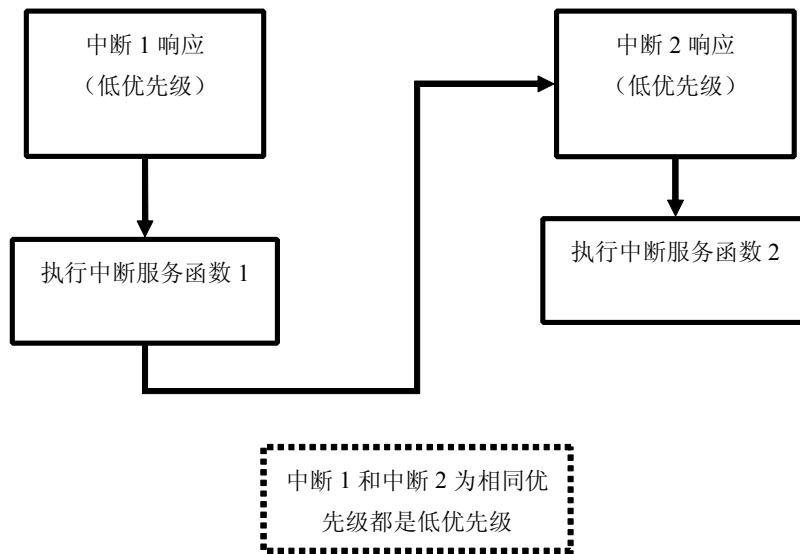
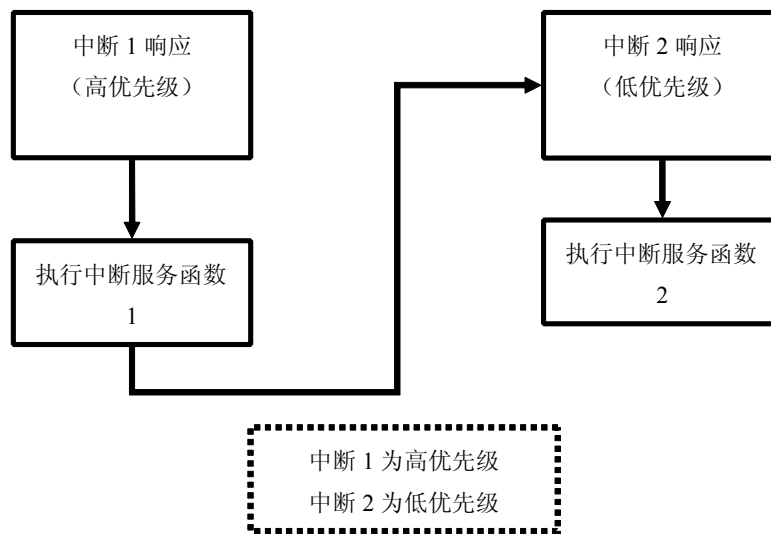

图 6-5-3
图 6-5-4
(1) 正在进行的中断过程不能被新的同级或低优先级的中断请求后中断，一直到该中断服务函数结束，返回了主程序且执行了主程序中的一条指令后，CPU 才响应新的中断请求，如图 6-5-3、图 6-5-4。